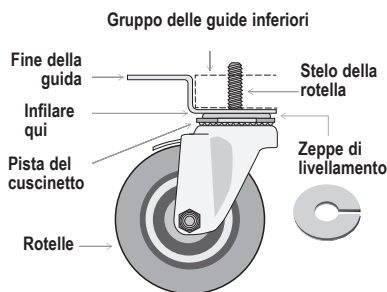

Fig. 7 Diagramma della rotella orientabile.
3. Avvitare le rotelle orientabili nella guida a cornice o nel fondo dell'elettrodomestico. Vedere figure 7 e 8.